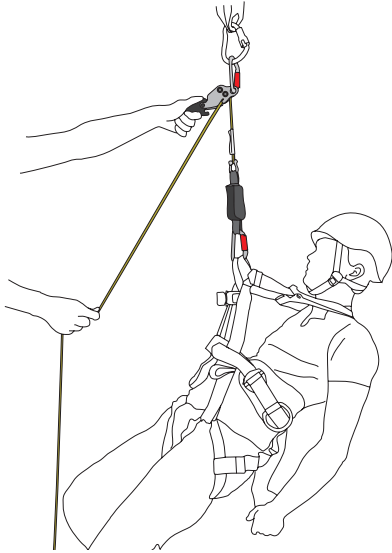

Abb. 4
4. Den Karabinerhaken von der Verankerungsschlinge abnehmen. Die Verankerungsschlinge um eine feste Konstruktion legen und im Karabinerhaken befestigen; siehe Abb. 1A oder 1B. Die Verankerung muss eine Belastung von 12 kN (EN795) aushalten können. Befestigen Sie das **SMARTLINE X** wie in Abb. 4 gezeigt.